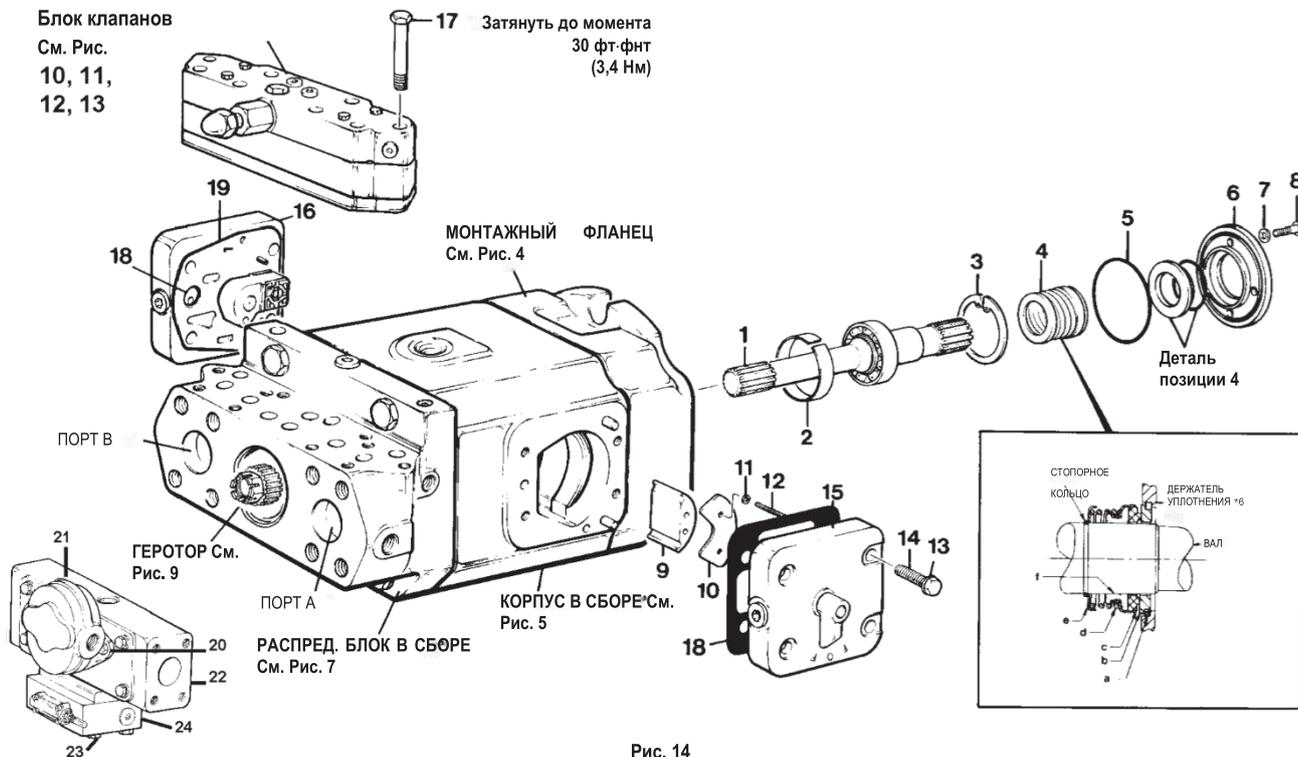

Рис. 14
См. рис. 14. Поставить насос в вертикальное положение, сторона с площадками впуска и выпуска должна быть повернута вниз.
См. рис. 14. Уплотнительный узел (4) поставляется только в собранном виде.